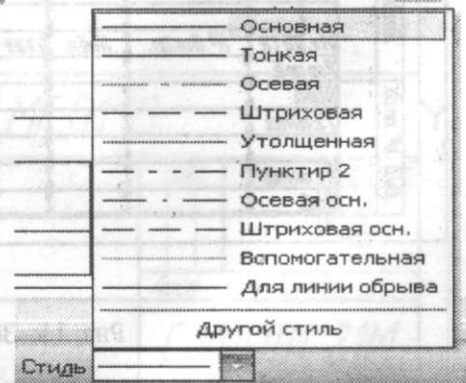

Рис. 8. Стили линий
- тип линии необходимо менять в окне Стилль линии. Данное окно появляется на панели Свойств при выполнении команды ввода геометрического примитива (рис. 8).